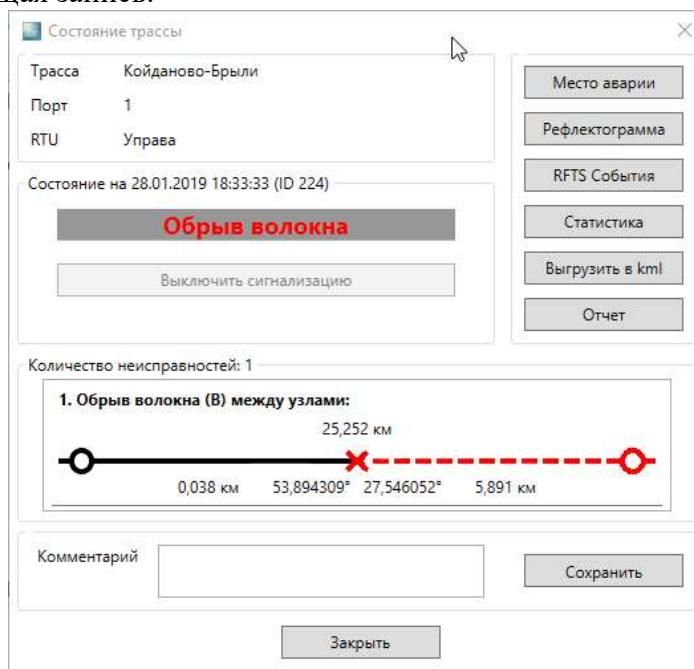

Рисунок 8-2. Пример результата точного мониторинга
3. В результате измерения будет выдано окно с сообщением о состоянии трассы (например, Рисунок 8-2). Данное сообщение появится только на рабочем месте оператора, где было запущено измерение. Вкладке «**Оптические события**» появится соответствующая запись.